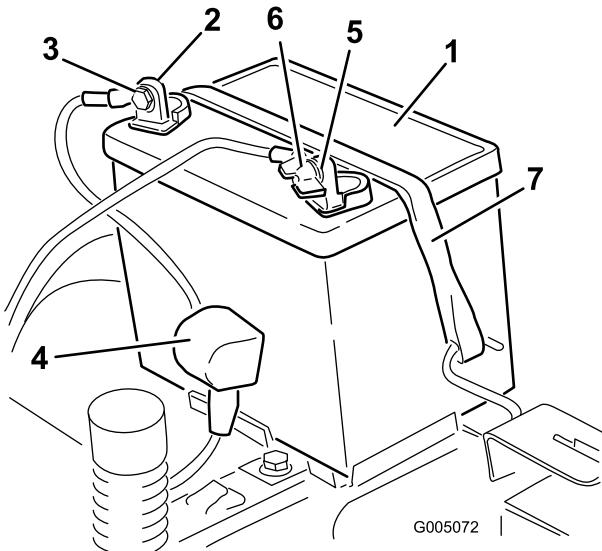

Figura 46
4. Staccate il cavo negativo (nero) di terra dal polo della batteria (Figura 46). Conservate tutti i dispositivi di fermo.
5. Infilate il cappuccio di gomma sul cavo positivo (rosso) della batteria. Staccate il cavo positivo (rosso) dal polo della batteria (Figura 46). Conservate tutti i dispositivi di fermo.
6. Togliete il dispositivo di fissaggio della batteria (Figura 46) e togliete la batteria dal vassoio.
1. Posizionate la batteria nella cassetta (Figura 46).
5. Fissate la batteria con l'apposito dispositivo (Figura 46).